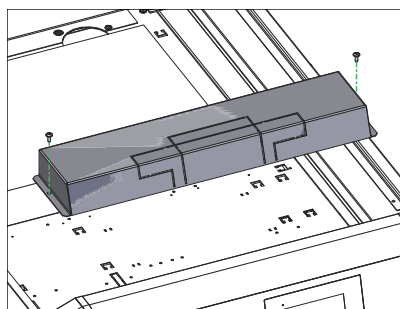

Fig. 137 2 Schrauben lösen, Abdeckung entfernen
- ▶ 2 Schrauben bei Abdeckung über Anschlussklemmen lösen und Abdeckung nach oben wegnehmen – Fig. 137.